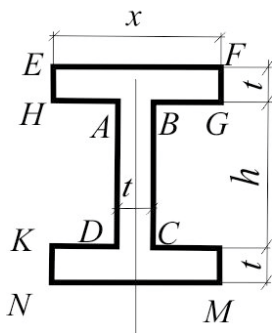

Рис.3.50
**3.50.** Двутавровое сечение получается присоединением к прямоугольнику  $ABCD$  прямоугольников  $EFGH$  и  $KLMN$ . При какой ширине  $x$  добавляемых прямоугольников момент сопротивления сечения увеличится в два раза (рис.3.50)?